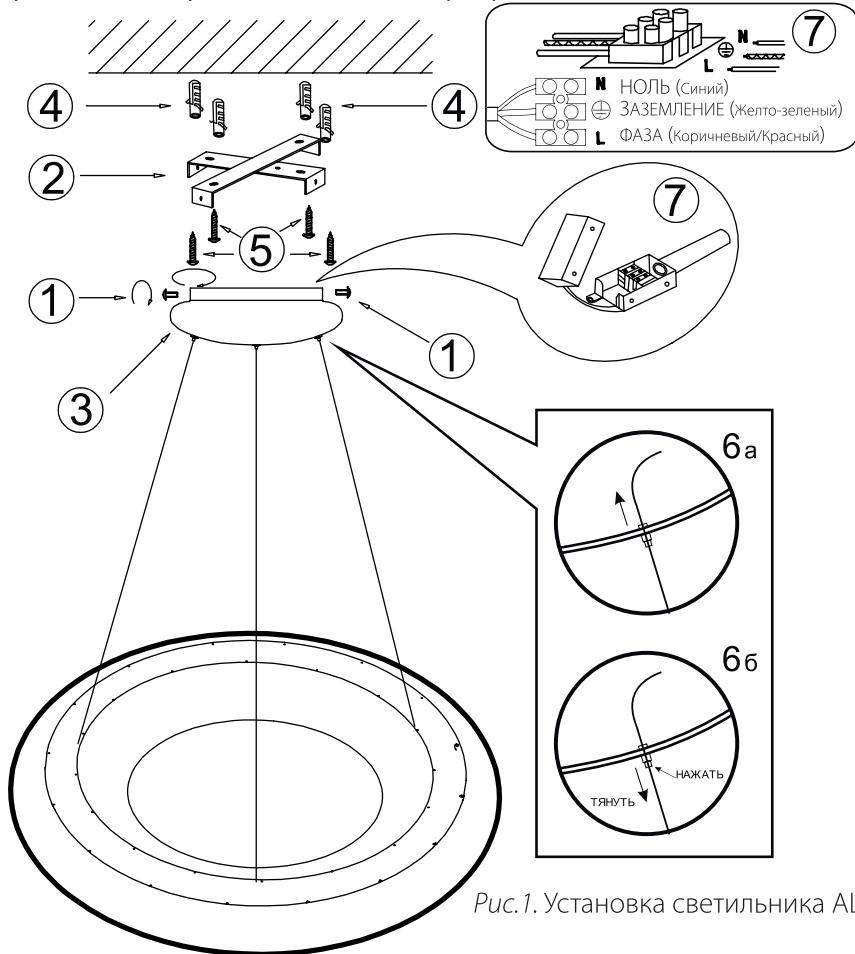

Рис.1. Установка светильника ALT-TOR
- 3.2. Выкрутите винты **①**(см.Рис.1) и отделите монтажную скобу **②** от светильника **③**.